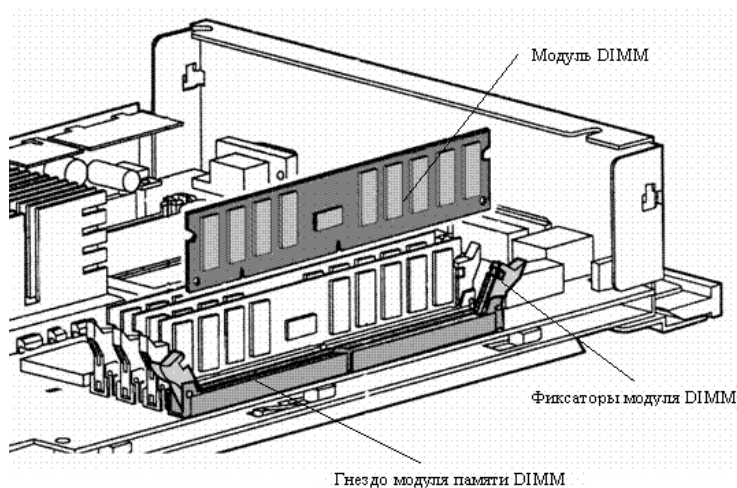

Рисунок 3.9 Установка модуля памяти DIMM
- c. Надавите на верхнее ребро модуля памяти, так, чтобы он плотно вошел в гнездо и сомкнулись защелки, фиксирующие модуль в гнезде. Защелки DIMM находятся в прижатом состоянии, когда модуль вставлен в слот, и откинuty в стороны, когда модуль вынут (рисунок 3.9)